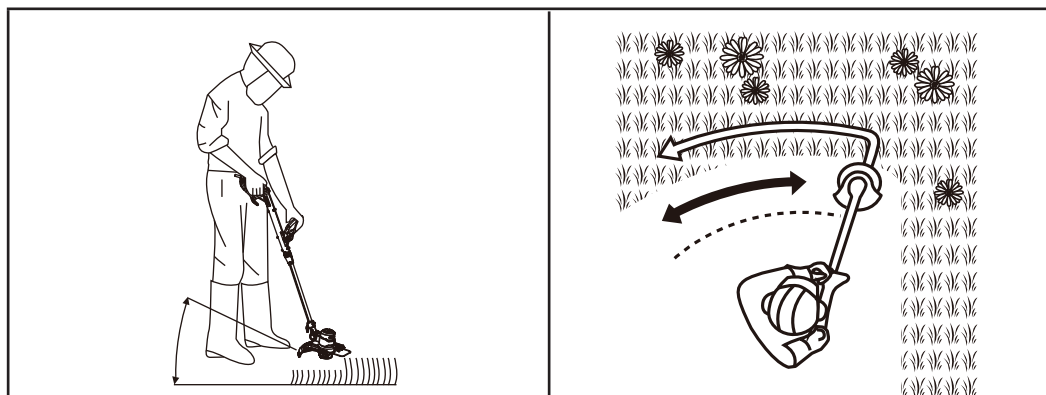

Fig. 7
- Asigură-te că ai o poziție stabilă și ții bine produsul cu o mână pe mânerul superior (1) și cu una pe cel auxiliar (4).
- Ține capul de tăiere (17) chiar deasupra solului, la un unghi de aproximativ 30° (fig. 7).
- Mișcă produsul lent și constant descriind un arc de la stânga la dreapta, apoi adu-l înapoi în poziția inițială și tunde următoarea zonă (fig. 7).